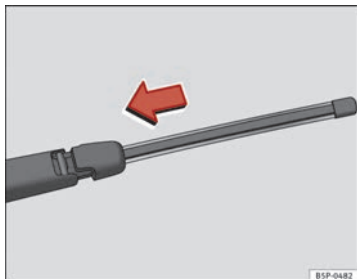

Abb. 170 Heckwischerblatt einsetzen
- Halten Sie das Wischerblatt wie in ⇒ Abb. 170 angezeigt fest und schieben Sie den Adapter so lange, bis er einrastet.